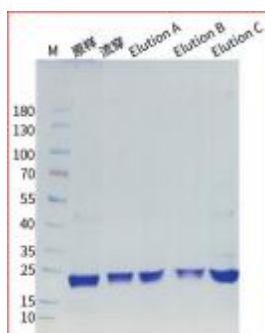

图 2. Magneti-Q HA 标签蛋白纯化试剂盒纯化分泌蛋白的 SDS-PAGE 电泳图
- 5) 对洗脱产物进行 SDS-PAGE 电泳, 结果请见图 2。